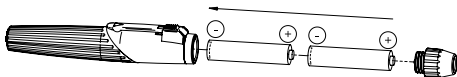

Fig. 3
Til opsætningen skrues hovedstykket (3) af håndtaget (1), og to alkaline-primærelementer (størrelse LR03/AAA/1,5V) (fig. 3) indsættes. Skru derefter hovedstykket på igen.
- Skrue hovedstykket (3) af, og ryst de batterier ud. Indsæt nye batterier med pluskontakten vendende mod håndtagets hoved (fig. 3).